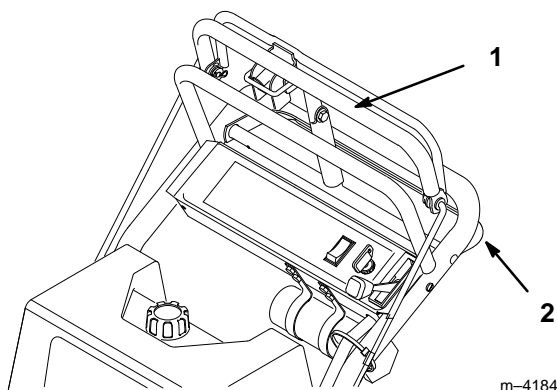

Figure 14
3. Appuyer doucement sur la barre de commande supérieure pour avancer en marche avant (Fig. 14).
Pour aller tout droit, exercer une pression égale aux deux extrémités de la barre de commande supérieure (Fig. 14).
Pour tourner, relâcher la pression sur la barre de commande supérieure du côté opposé à la direction souhaitée (Fig. 14).
3. Serrer lentement la barre de commande inférieure contre le mancheron pour reculer en marche arrière (Fig. 14).
Pour aller tout droit, exercer une pression égale aux deux extrémités de la barre de commande inférieure (Fig. 14).
Pour tourner, relâcher la traction sur la barre de commande inférieure du côté où l'on veut tourner (Fig. 14).